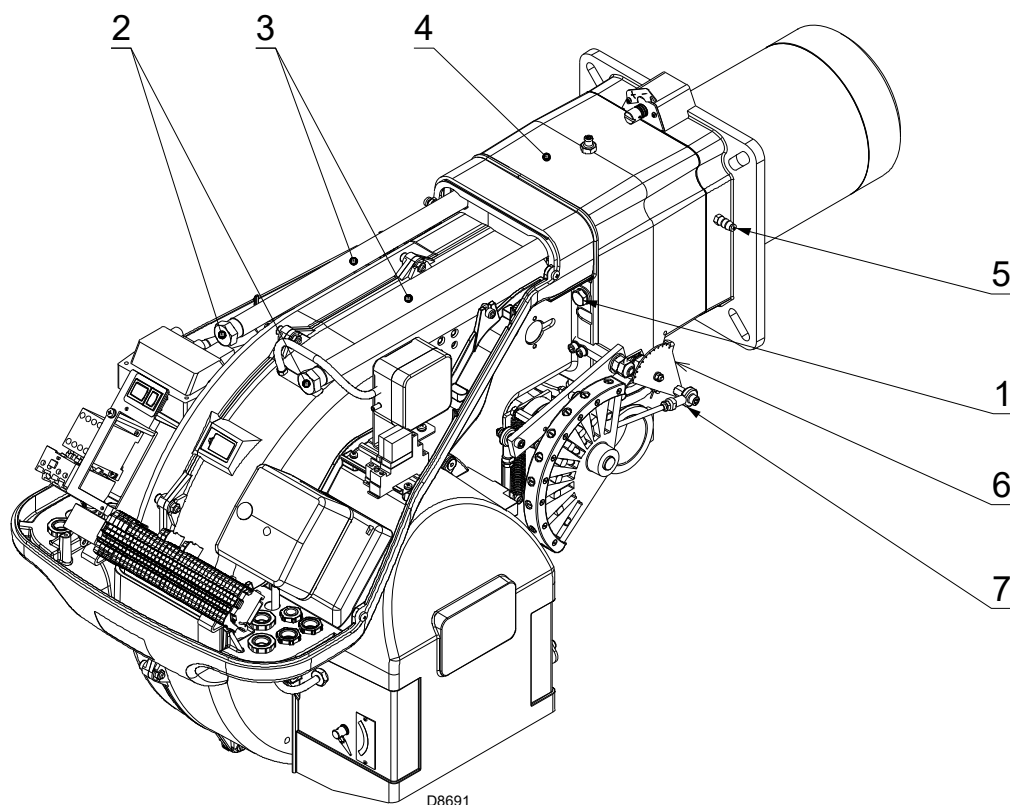

Fig. 15
- rimontare il bruciatore sulle guide 3) a circa 100 mm dal manicotto 4) - bruciatore nella posizione illustrata dalla Fig. 15;
- inserire il cavo della sonda ed il cavo dell'elettrodo e quindi far scorrere il bruciatore fino al manicotto, bruciatore nella posizione illustrata dalla Fig. 15;